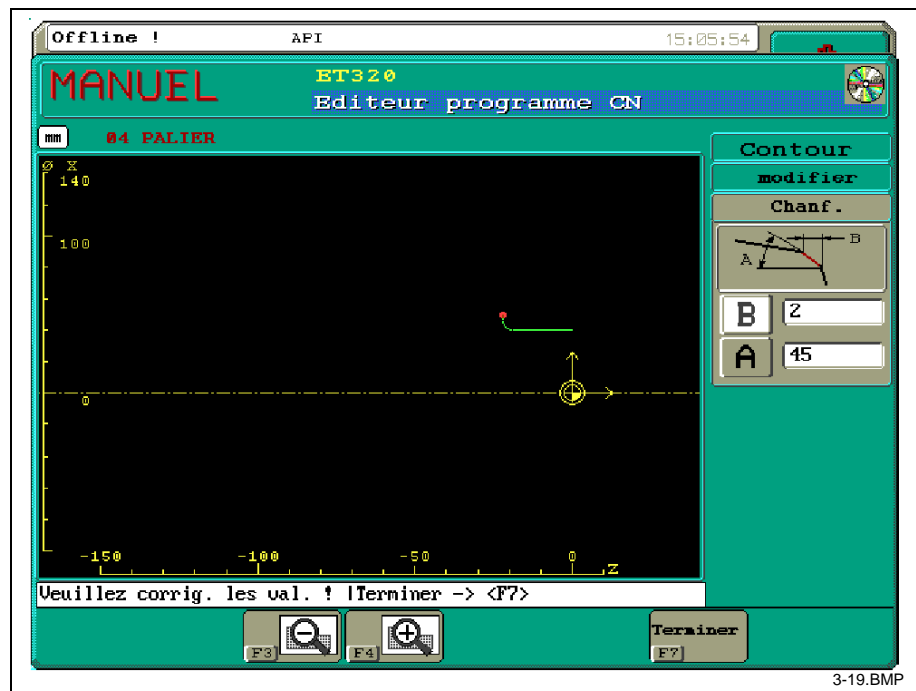

Fig. 3-19: Correction d'élément de contour chanfrein
- Eléments de transition** L'élément de transition à corriger (congé, chanfrein, rainure de dégagement) est sélectionné par les touches fonction <F6> et <F7> (voir Fig. 3-19) . La correction est validée par la touche fonction <F7> 'Terminer'.